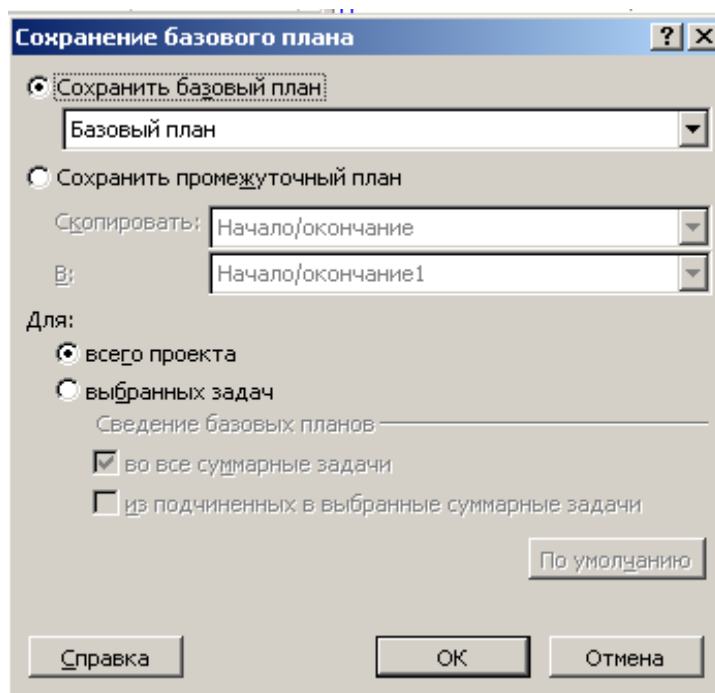

Рис. 45. Диалог (Сохранение базового плана)
• Выберите команду меню (Сервис • Отслеживание • Сохранить базовый план). На экране появится диалог (Сохранение базового плана) (рис. 45).